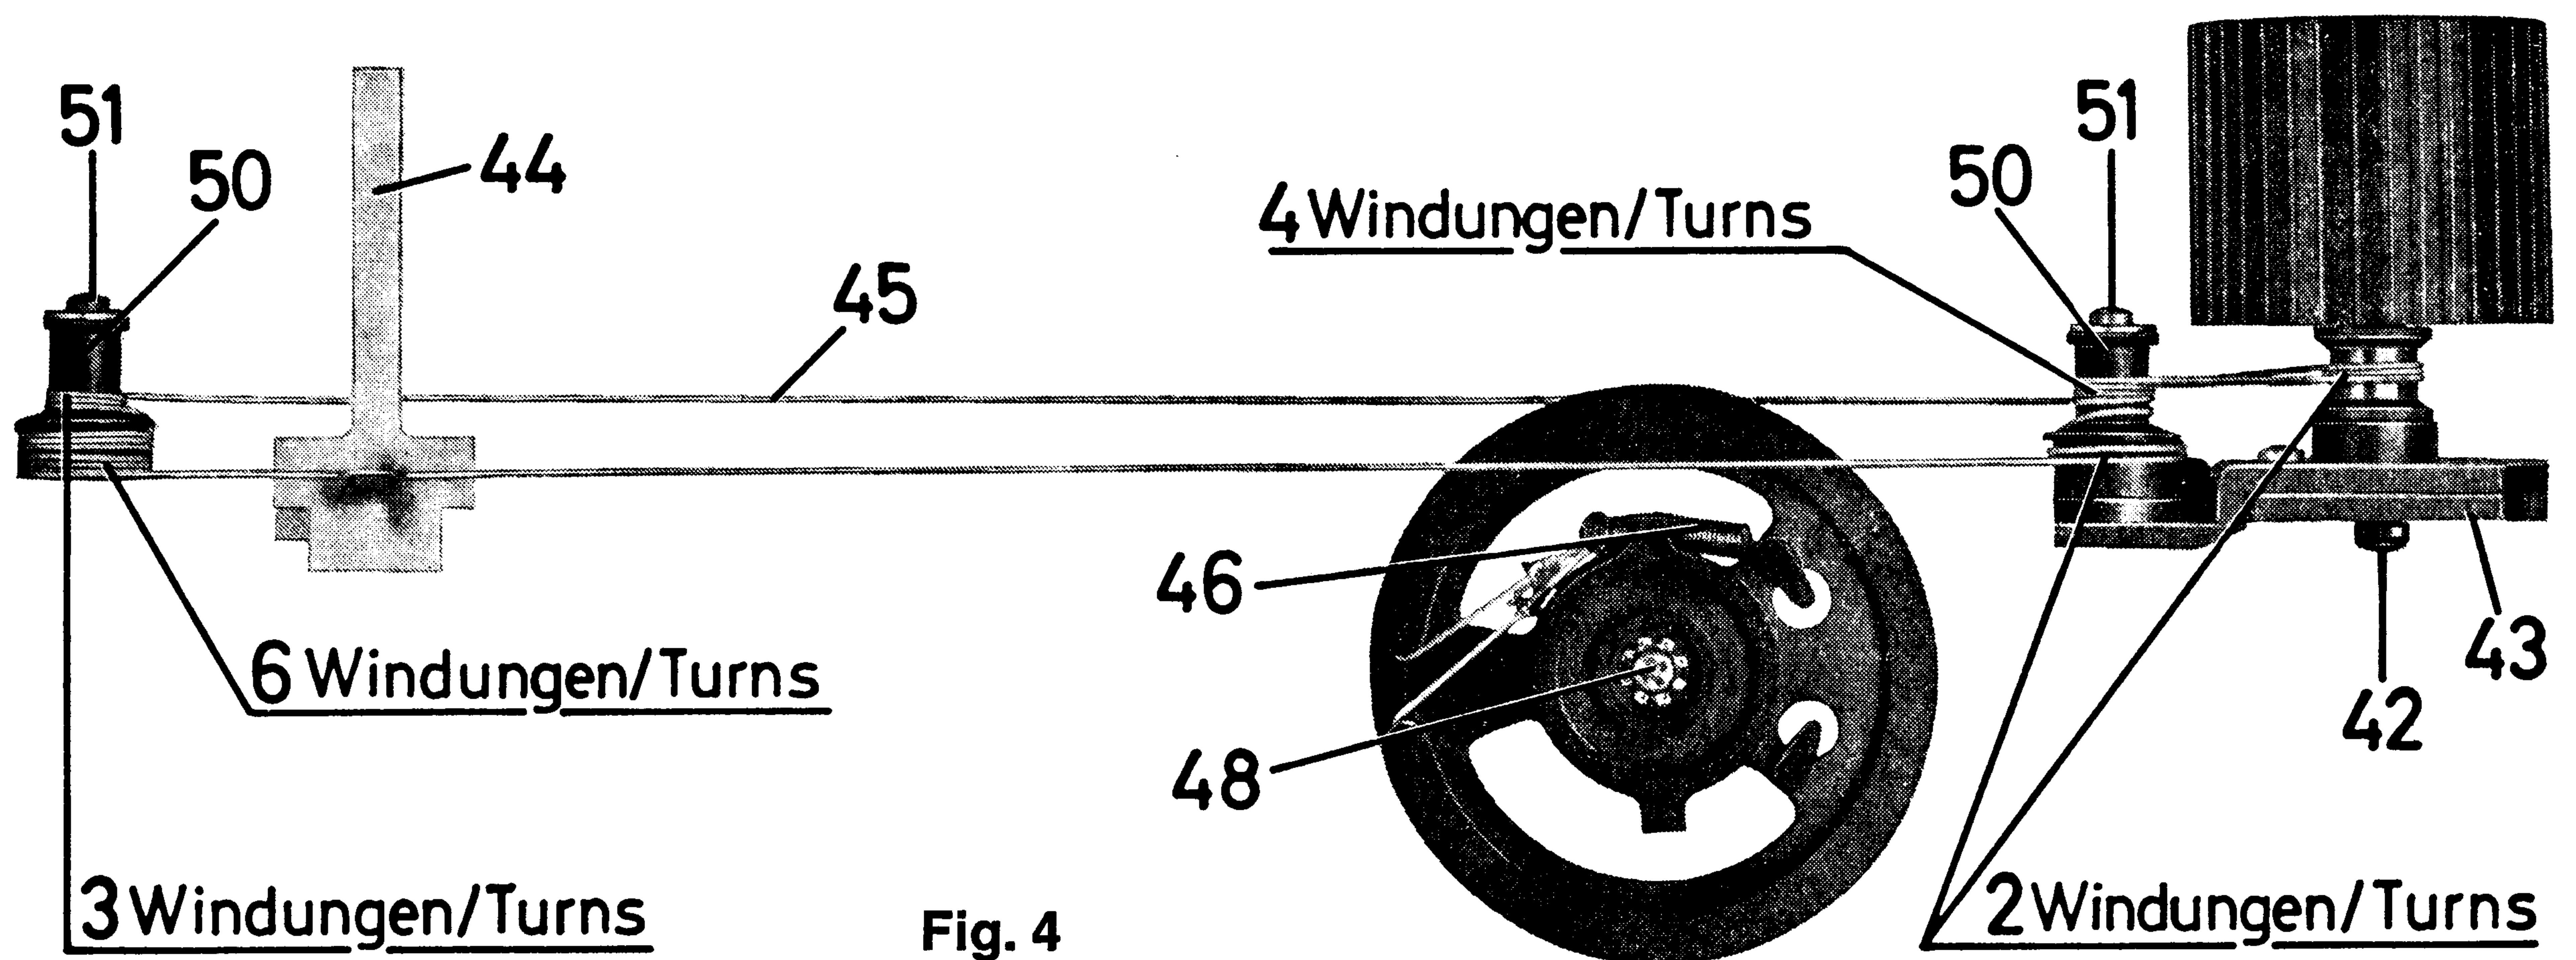

Fig. 4
- 2.2 Skalenseil nach Fig. 4 auflegen.
- 2.2 Mount dial cord approx. as per fig. 4.